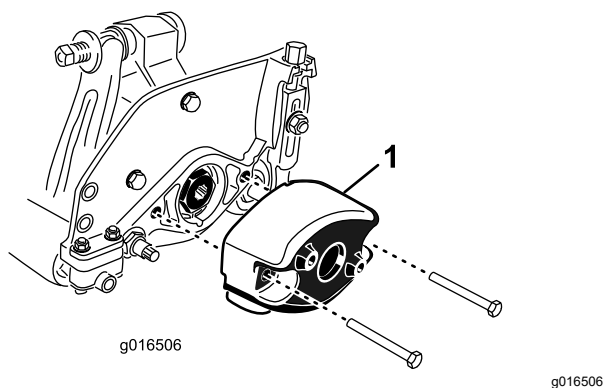

Figure 8
1. Retirez les 2 boulons de fixation du contrepoids à l'extrémité gauche de l'unité de coupe. Déposez le contrepoids (Figure 8).
précédemment (Figure 8). Serrez les boulons à un couple de 16 à 20 N·m.